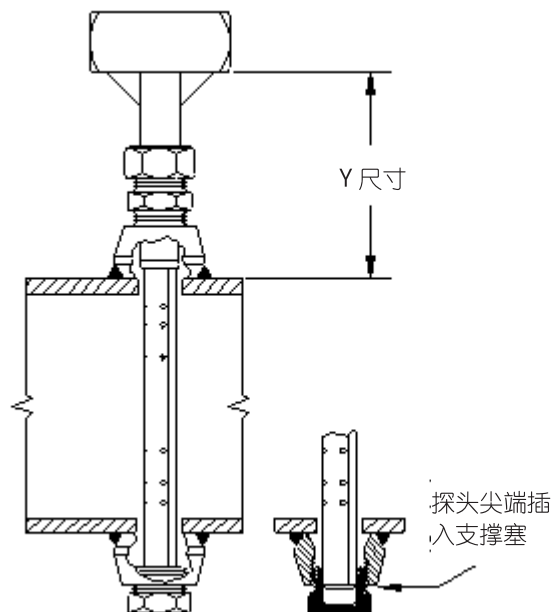

图 5：安装完成后的 V110
- 直到 "Y" 尺寸符合下表所示（如图 5 所示）内容时，将探头插入管道：
(如图 5 所示)。